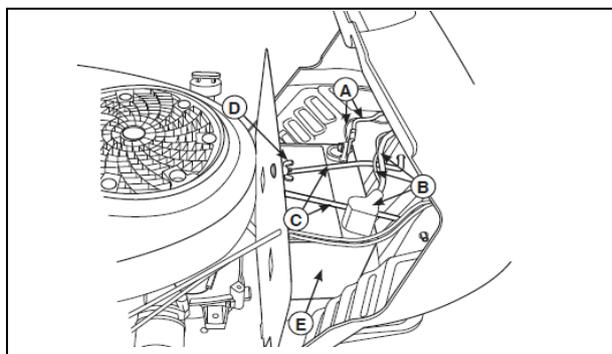

図10 バッテリーとケーブルの清掃
1. バッテリーからマイナスケーブルをまず先に外し(図10のA)、次にプラス側のカバーとケーブル(B)を外します